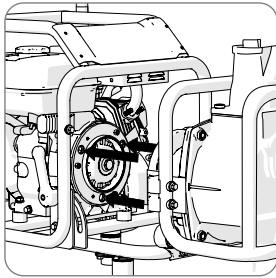
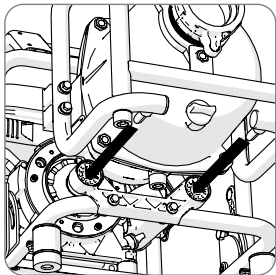

Abb. 1a
Abb. 1c
- Greifen Sie das Zubehörteil am Außenrahmen an und führen Sie es an die Maschine heran. Richten Sie die 3 Fixierstifte visuell aus. (**Abb.1a & Abb1b**) und die 2 hinteren Stabilisierungsstifte (**Abb. 1c**) visuell aus. Suchen Sie sich ggf. Hilfe.